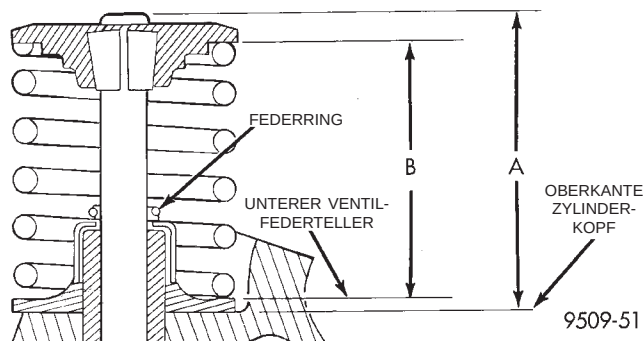

Abb. 48 Prüfen der Ventildfeder-Einbauhöhe und des Abstands zwischen Ventilschaftspitze und unterem Federteller
(4) Nach dem Nacharbeiten des Ventils und des Ventilsitzes Einbauhöhe B der Ventildfeder messen (Abb. 48). Darauf achten, daß zwischen der Oberkante des unteren Ventildfedertellers und der Unterkante des Federtellers gemessen wird. Liegt die Einbauhöhe über 38,75 mm (1,525 Zoll), unter dem unteren Federteller zur Einhaltung des Sollwerts ein 0,762 mm (0,030 Zoll) dickes Distanzstück anbringen.